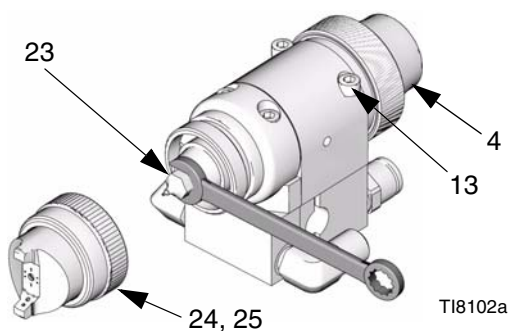

図 . 18
2. ネジ (13) 4 本を外し、ガンにマニホールドから取り外します。
3. エアキャップ保持 (25) とエアキャップ (24) を取り外します。図 . 18 を参照してください。